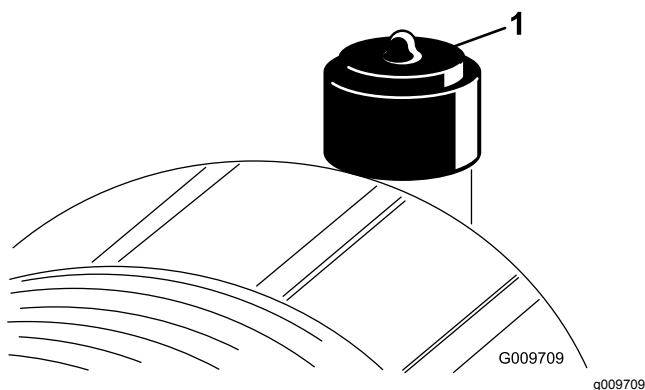

Figure 75
Faites l'entretien du filtre à air uniquement quand l'indicateur de colmatage indique que cela est nécessaire (Figure 75). Ne remplacez pas le filtre à air plus fréquemment que nécessaire ; cela ne fait qu'accroître le risque de contamination du moteur par des impuretés quand le filtre est déposé.
2. Réarmez l'indicateur de colmatage (Figure 75) s'il est rouge.